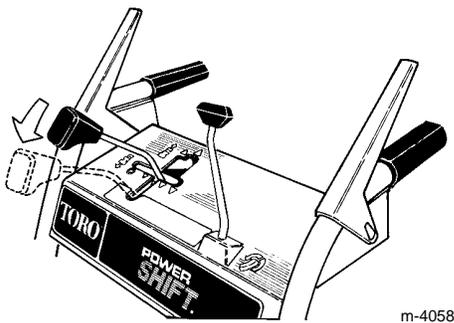

Abbildung 10
- Man bringe die Räder manuell in die **hintere** Power Shift-Stellung, indem man die Griffe nach oben zieht und die Schaltstange komplett nach vorn in die Power-Shift-Stellung bringt (Abb. 10).